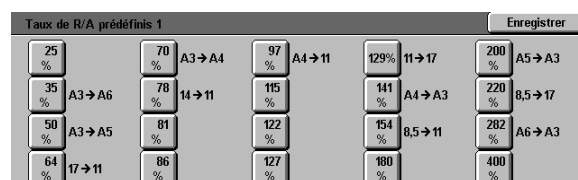

Figure 56 : Exemple d'écran Taux de R/A prédéfini
- 3 Appuyez sur la touche correspondant au pourcentage de réduction ou d'agrandissement voulu (voir la figure 56).